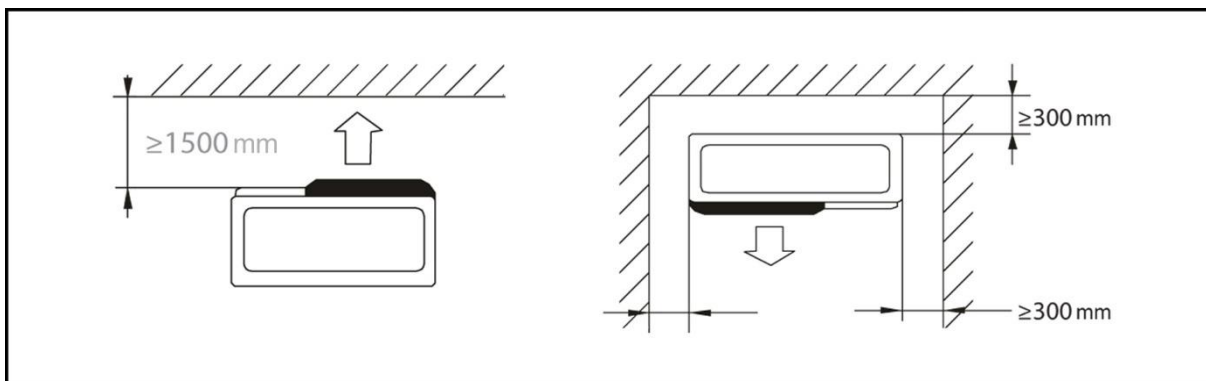

Fig. 3
- Ménagez un dégagement d'au moins 30 cm sur les côtés et à l'arrière de la pompe à chaleur (fig. 3).